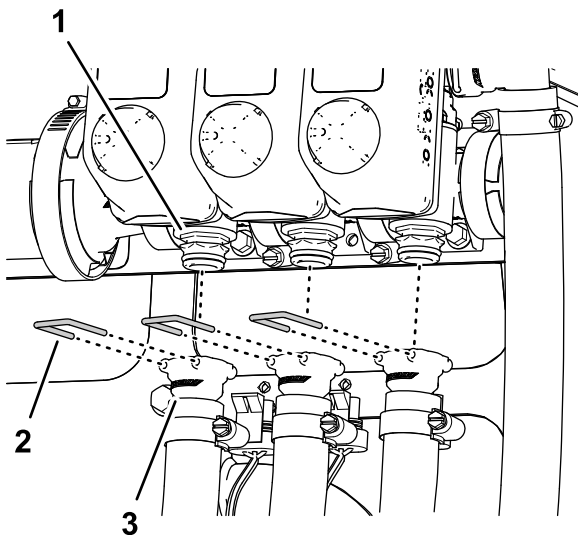

Figure 24
6. Retirez les étriers qui fixent les raccords rapides des flexibles d'alimentation gauche, central et droit aux raccords rapides des vannes de section de pulvérisation (Figure 24).